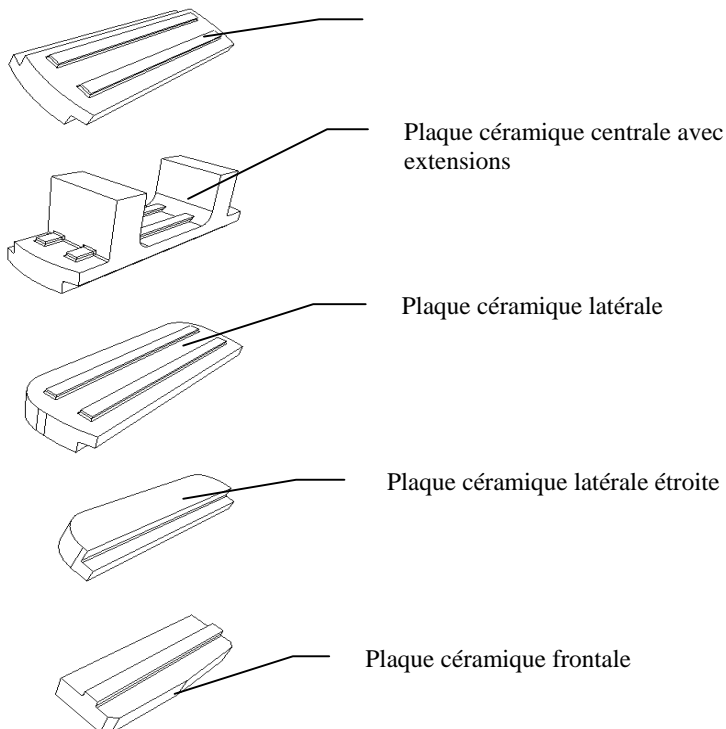
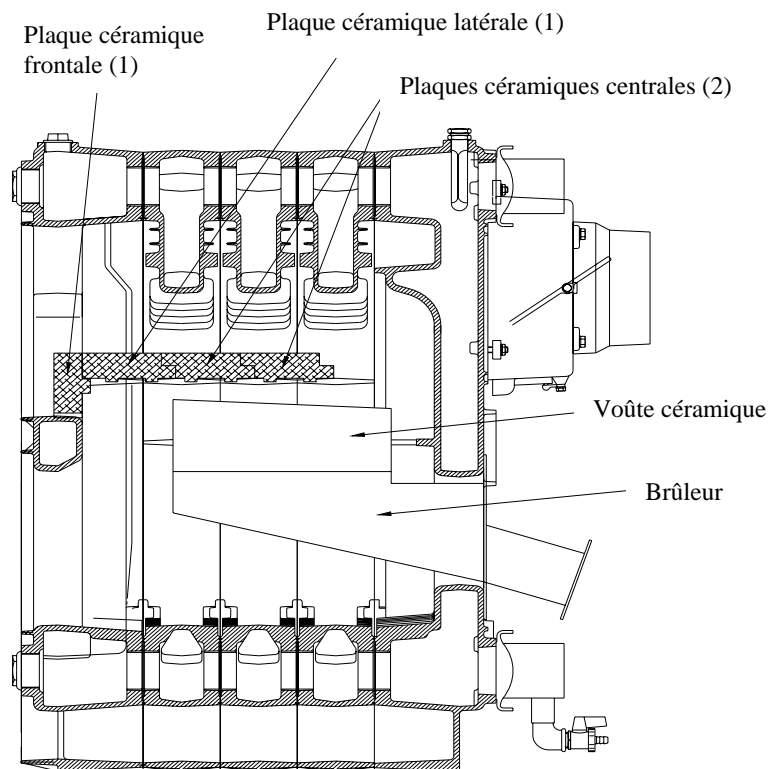

Fig. 11 Forme des plaques céramiques
Fig. 12 Emplacement des plaques céramiques dans un corps de chaudière à 5 éléments
3. Introduire la voûte céramique dans la chambre de combustion en la faisant passer par la porte du foyer avant et la placer sur le brûleur, partie ouverte vers l'avant (voir les figures 12 et 13).
4. Introduire les plaques céramiques dans la chambre de combustion en les faisant passer par la porte du foyer avant et les faire reposer sur les épaulements latéraux des éléments (voir les figures 12 et 13). Pour les chaudières CEDRA ECO, il existe 5 types de plaques céramiques (voir le tableau 3 et la figure 11). Placer les plaques céramiques en fonction des figures 12 et 13.